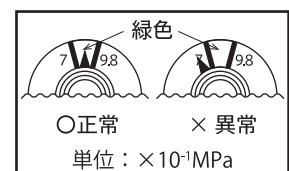

図8
- ☑ 指示圧力計の指針が緑色の範囲内（0.7～0.98MPa）に入っている（図8）
- ☑ **指示圧力計の指針が緑色の範囲内 (0.7 ~ 0.98MPa) に入っている (前ページ・図 8)**